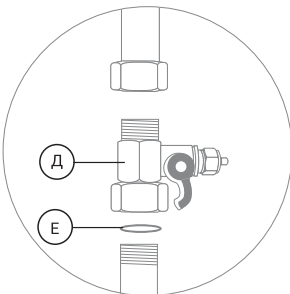

Рис. 7
1. Установите адаптер-вентиль (Д) между магистралью холодной воды и гибкой подводкой вашего смесителя. Уплотните соединение адаптера-вентиль с магистралью при помощи поставляемого в комплекте уплотнительного кольца (Е) (рис. 7).